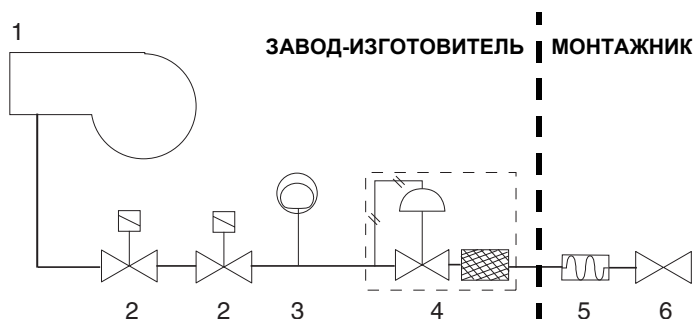

Рис. 4
**ВНИМАНИЕ:** после монтажа газовой рампы согласно схеме на Рис. 4, необходимо провести тестирование на герметичность газового контура, согласно требований действующих нормативов.